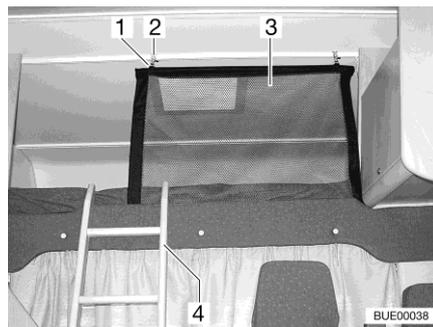
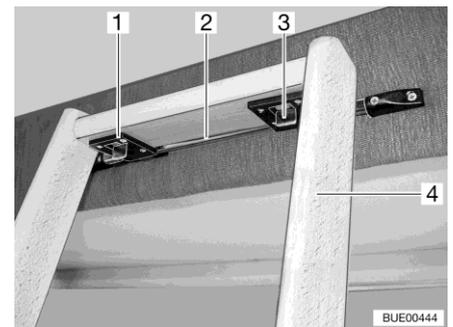

Fig. 101 Lit de capucine
Fig. 102 Echelle de montée, dispositif de verrouillage
Toujours monter sur le lit de capucine avec l'échelle de montée (Fig. 101,4 et Fig. 102,4) de série.
- Accrocher l'échelle avec les deux crochets (Fig. 102,1) à la barre (Fig. 102,2) sur le bandeau du lit de capucine.
- Pousser les deux dispositifs de verrouillage (Fig. 102,3) vers l'avant.
Le filet de sécurité (Fig. 101,3) de série est rangé entre le matelas et le sommier à lattes. Ne tendre le filet de sécurité qu'une fois que les personnes se trouvent dans la capucine.
- Accrocher le support (Fig. 101,1) dans les œillets du plafond (Fig. 101,2).